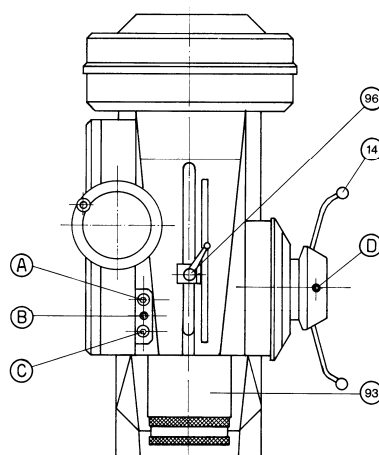
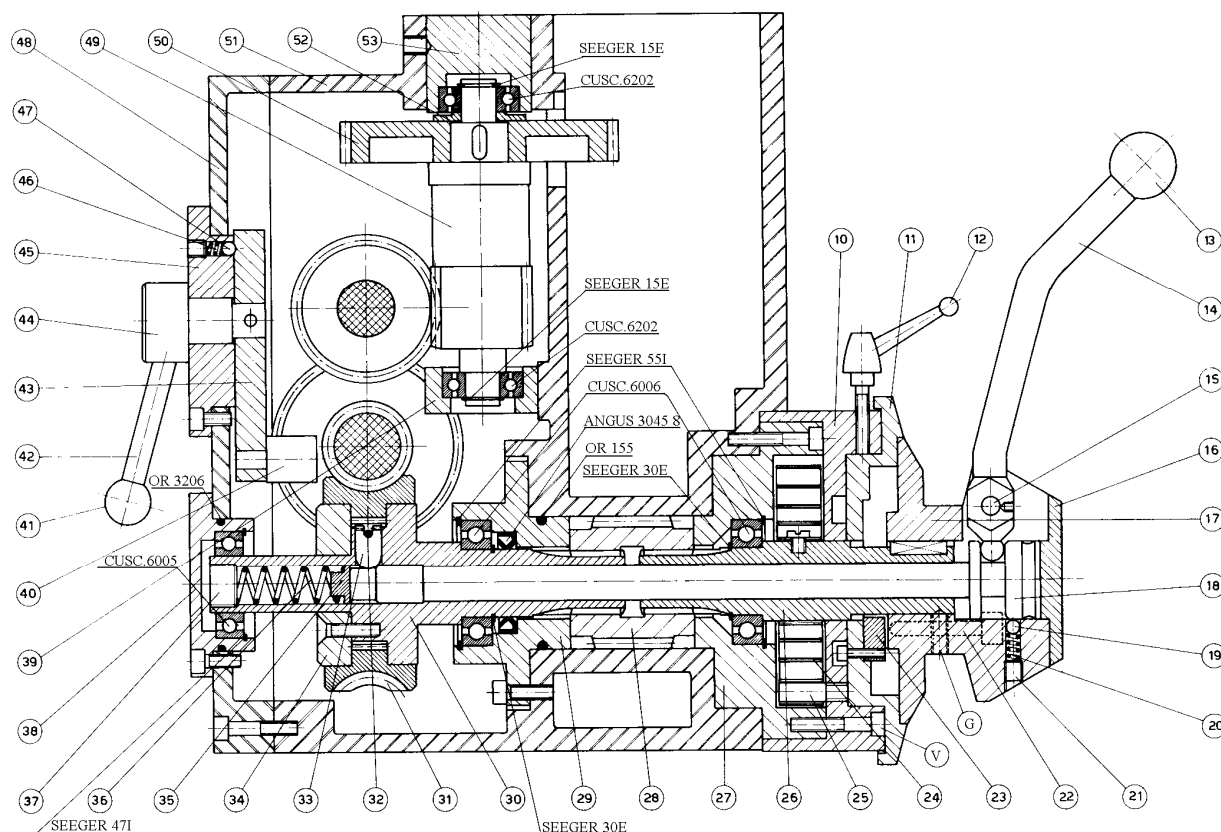

FIG.3
FIG.4
3.1 REGLAGE DE LA BUTEE DE PROFONDEUR (FIG.3)
Pour arrêter le perçage à la profondeur désirée, desserrer la poignée (96 fig.3) et amener le vernier à la position indiquant la profondeur souhaitée sur la règle millimétrée ; bloquer la poignée et procéder au perçage.
3.2 REGLAGE DE LA DESCENTE AUTOMATIQUE (FIG.3/4)
Pour enclencher le dispositif d'avance automatique, tirer les leviers (14 fig.3) vers l'extérieur en s'assurant que l'arrêt de profondeur manuel (96 fig.3) est en fin de course en bas. Pour choisir le type d'avance, agir sur le levier (42 fig.4). Pour travailler avec l'avance du petit volant, positionner le levier (42 fig.4) au point mort (position intermédiaire entre deux avances) et enclencher le dispositif d'avance automatique. Faire ensuite tourner le volant (77 fig.4) pour obtenir l'avance manuelle micrométrique. Cette fonction est très utile pour le fraisage, pour accentuer l'effet entre un passage et l'autre. Lorsqu'on travaille avec l'avance automatique, il est possible de prédisposer la perceuse de sorte à obtenir la profondeur désirée. Pour ce faire, desserrer la poignée (12 fig.4) en faisant ensuite tourner le vernier gradué (11 fig.4) de sorte que la ligne du zéro sur le bloc (17 fig.4) coïncide avec la graduation sur le vernier correspondant à la profondeur désirée ; bloquer ensuite la poignée (12 fig.4). Si le dispositif de descente automatique ne reste pas enclenché, serrer légèrement la vis sans tête (D fig.3). Sélectionnez l'avance (00.6 / 0.12 / 0.25 mm/tr).
3.3 REGLAGE DU RESSORT DE RAPPEL DE BROCHE (FIG.4)
Pour régler ce ressort, desserrer la vis sans tête (G fig.4), dégager le bloc (17 fig.4) et le vernier (11 fig.4) en desserrant la poignée (12 fig.4). Déposer les vis (V fig.4) en maintenant la bride (10 fig.4) lors de l'extraction de la dernière vis pour éviter un retour soudain de la bride provoqué par le ressort. Déplacer la bride dans le sens qui convient jusqu'à ce qu'une des vis entre dans un autre trou. Remonter le tout en s'assurant que la vis sans tête (G fig.4) rentre dans son encoche.
3.4 REGLAGE DU JEU DE FOURREAU (FIG.3)
Si le fourreau de la perceuse a trop de jeu ou s'il coulisse trop difficilement, le régler en agissant sur les vis (A fig.3) et (C fig.3) et sur la vis sans tête (B fig.3).